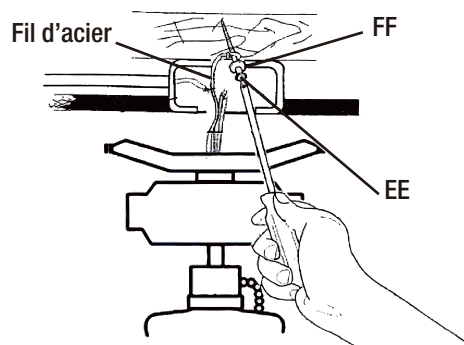

Figure 7.1
- Pour empêcher le ventilateur de tomber, un support de sécurité additionnel est fourni. Fixer le fil en acier inoxydable à la solive du plafond en utilisant la vis et la rondelle (EE & FF) comme l'indique la Figure 7.1.